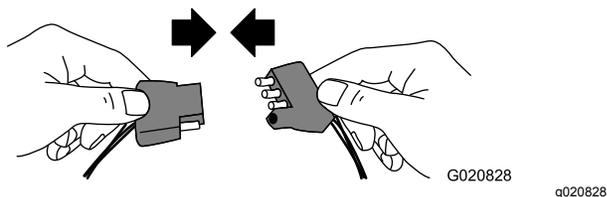

Figure 15
1. Branchez le connecteur électrique de la machine au connecteur électrique du véhicule tracteur (Figure 15).